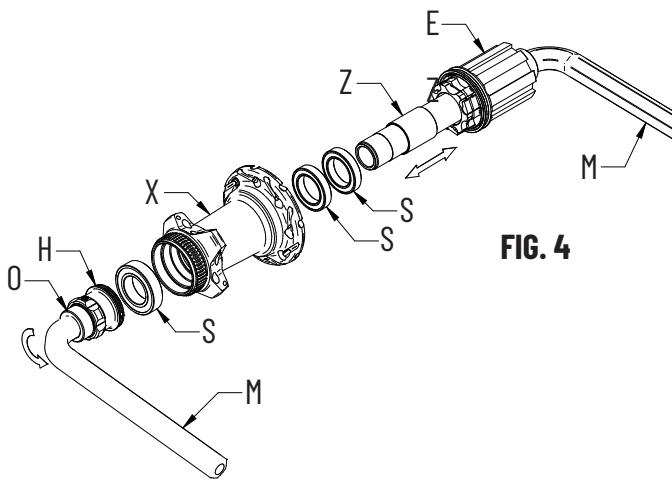

FIG. 1
- Sfilate lo scontro (A) (Fig. 1)